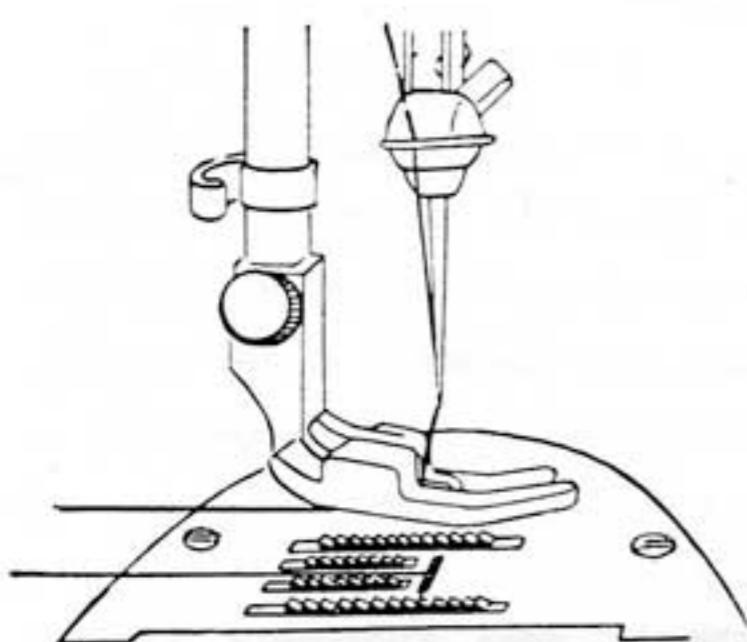

Fig. 13
4. Place both ends of the upper and lower thread under and to the back of the presser foot (Fig. 13).
- 4) Placez les extrémités des 2 fils derrière le pied de biche. (Fig. 13).